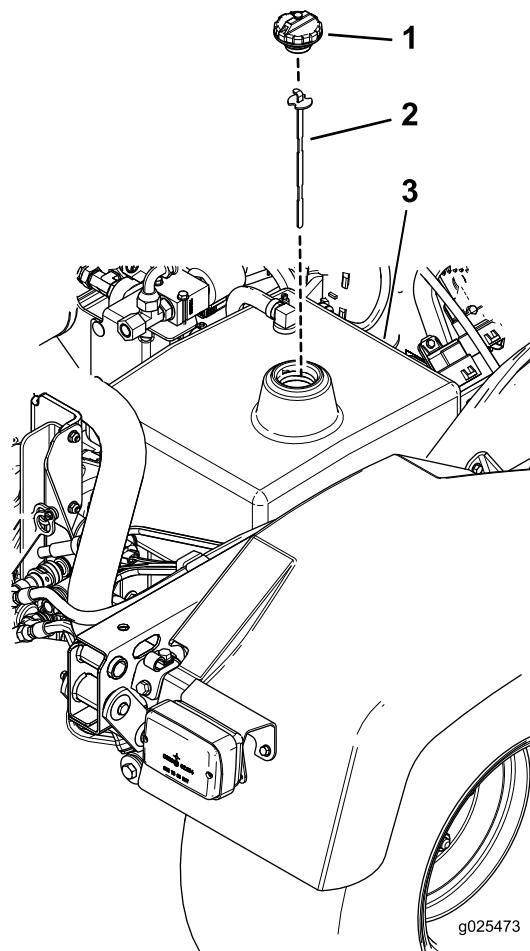

図 22
1. 油圧オイルタンクの注油口周辺をきれいに拭き、キャップ図 22 を外す。給油口からキャップを取る。
2. 補給口の首からディップスティック図 22 を抜き、ウェスできれいに拭う。もう一度首に差し込んで引き抜き、オイルの量を点検する。2本のマークの間にあれば適正である。